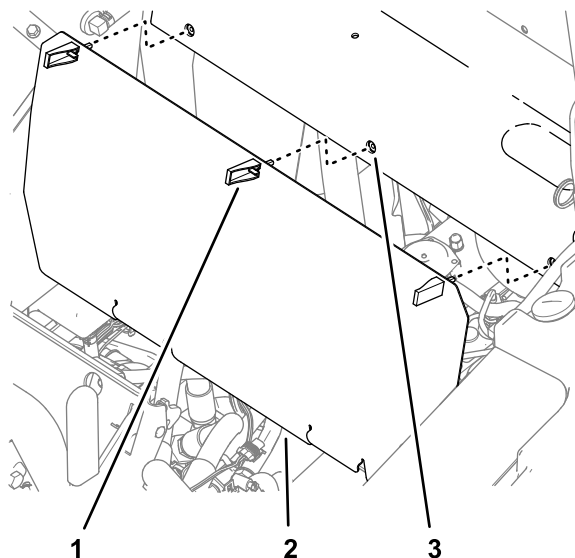

Figura 3
1. Aprite i fermi del pannello posteriore (Figura 3).
2. Rimuovete il pannello posteriore dalla macchina (Figura 3).